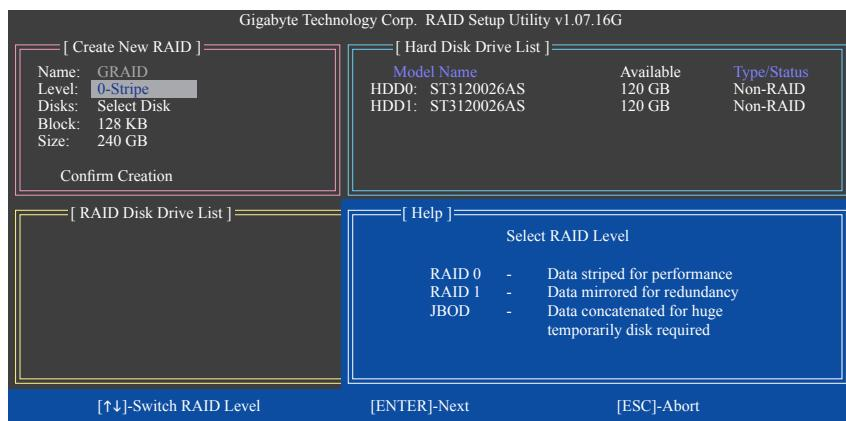

図 5
Create New RAID ブロックに、アレイを作成するために設定する必要がある項目がすべて表示されます（図 5）。
- RAIDモードの選択:** Level 項目の下で、上または下矢印キーを使用して RAID 0 (ストライプ)、RAID 1 (ミラー)、JBOD (図 5) を選択します。<Enter> を押して、次のステップに進みます。